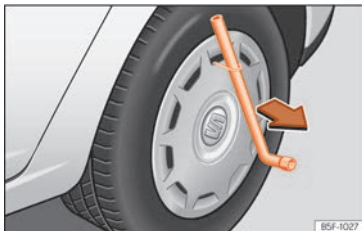

Fig. 72 Togliere il copricerchio.
- Togliere il copricerchio con il gancio in metallo » **fig. 72.**